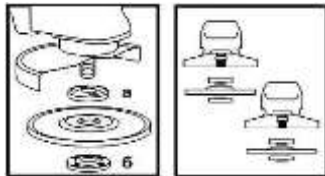

Рисунок 2
- 4.4 Встановіть на виріб шліфувальний або відрізний круг. Для цього натисніть на кнопку фіксації шпинделя (1) і перевірте його до такого положення, при якому він зафіксується. За допомогою вилочного ключа з комплекту виробу відверніть і зніміть затиску гайку (б) (дивіться рисунок 2). Встановіть шліфувальний диск на посадкове місце фланцевої шайби (а) (рисунок 2), наживіть рукою затиску гайку на шпиндель і затягніть її ключем з комплекту приладу.